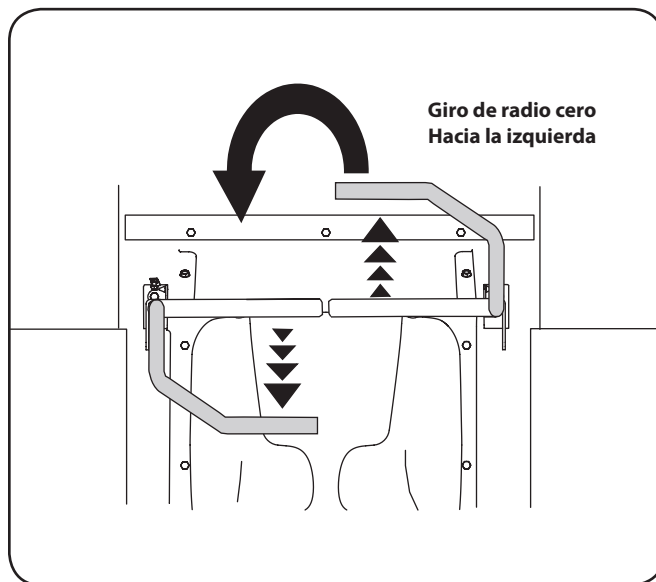

Figura 5-10
3. Para girar hacia la izquierda, mueva la palanca de control derecha hacia adelante mientras mueve simultáneamente la palanca de control izquierda hacia atrás. Vea la Figura 5-10.